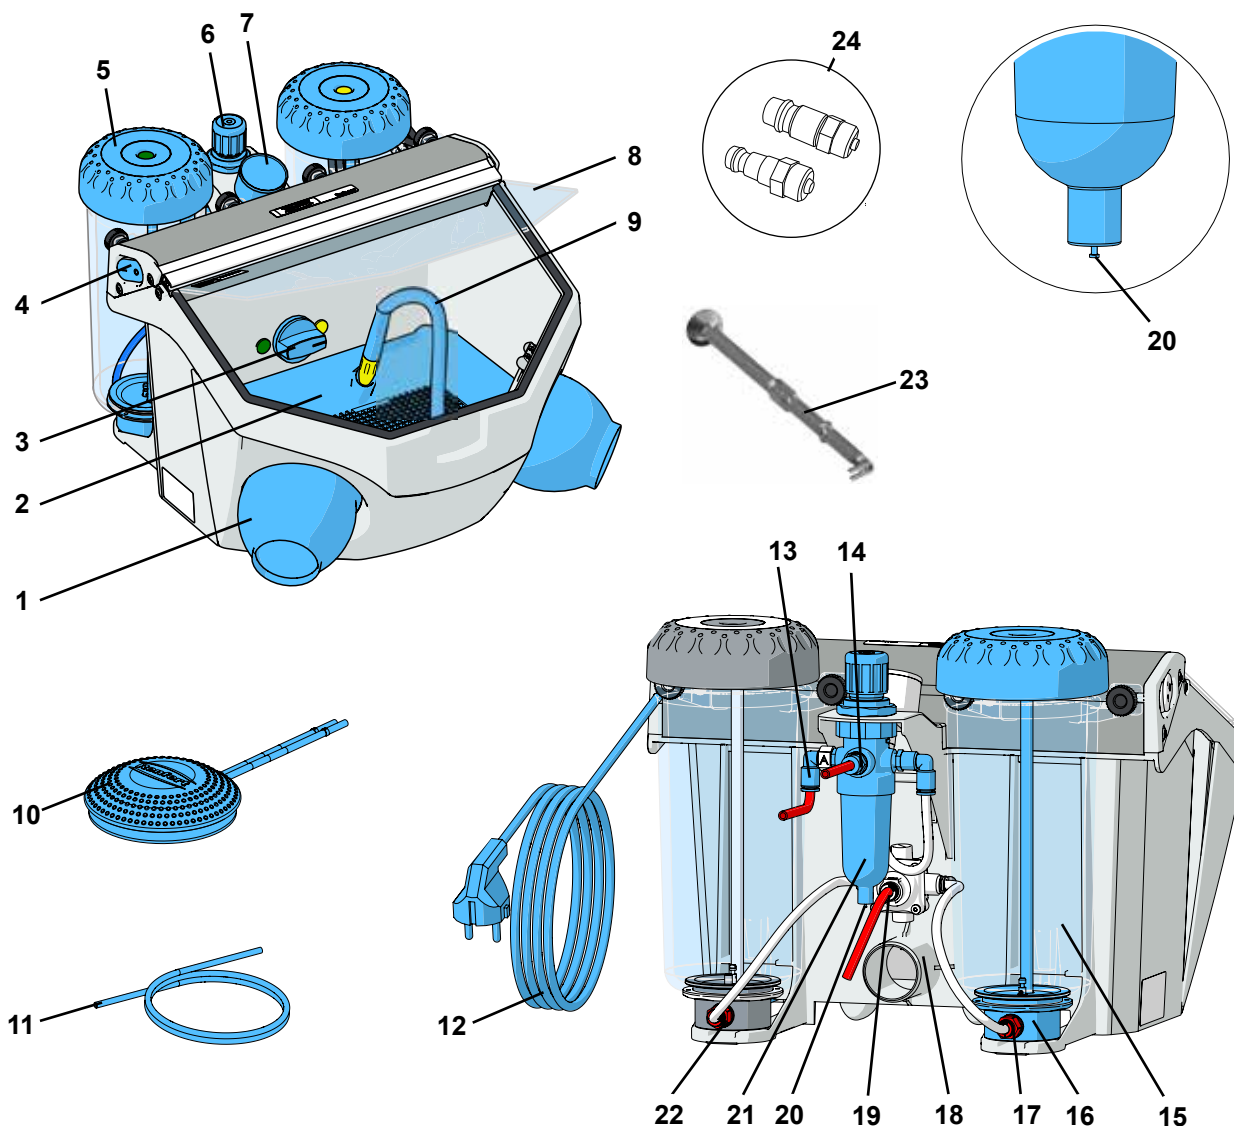

Fig. 1
- ⇒ Dérouler le câble d'alimentation (12, Fig. 1).